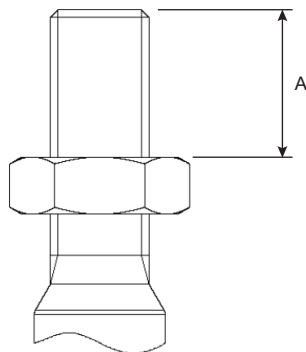

Fig. 4 Acoplamiento de la rosca
- Ajuste la tuerca de bloqueo del vástago de la válvula a la dimensión correcta de acoplamiento de la rosca "A" (Fig. 4 y Tablas 3-5) para la combinación de válvula y actuador en cuestión.